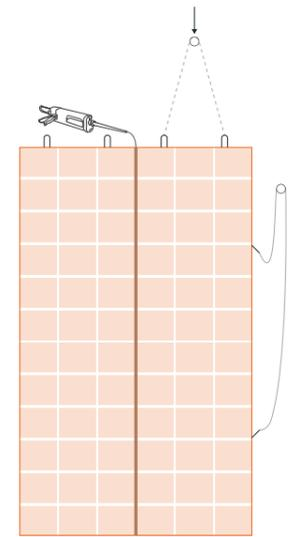

Abb. 13: Zwischenstöße müssen mit Montagekleber versehen werden.
- Zwischenstöße müssen mit Montagekleber (z. B. HILTI Isolierschaum oder PU-Mauermörtel) versehen werden (Abb. 13). Die Ziegelblende muss gegen Verrutschen gesichert werden (gemäß 11.1.).